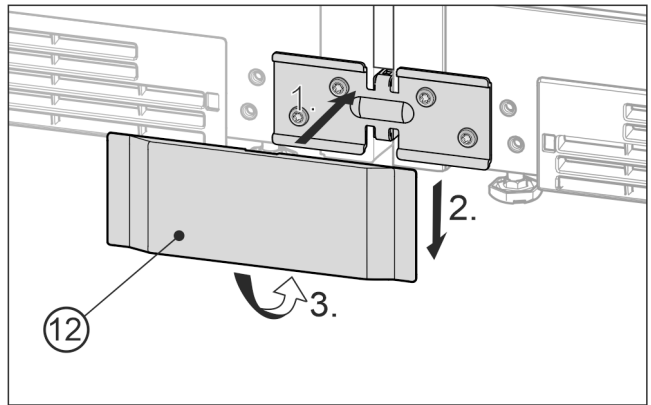

Fig. 25 Atvaizdo pavyzdys
- ▶ Apatinę dengiamąją plokštelę Fig. 25 (12) iš priekio uždėkite ant kampučio Fig. 25 (1), nustumkite žemyn Fig. 25 (2) ir užfiksuokite apačioje Fig. 25 (3).